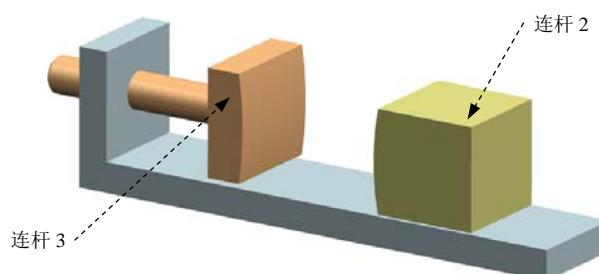

图 6.7.7 定义 3D 接触
(1) 选择下拉菜单 **插入 (I)** → **连接器 (R)** → **3D 接触...** 命令，系统弹出“3D 接触”对话框。
(2) 定义接触实体。单击“3D 接触”对话框 **操作** 区域中的 **\* 选择体 (O)** 按钮，选取图 6.7.7 所示的连杆 2 为操作体；单击 **基本** 区域中的 **\* 选择体 (O)** 按钮，选取连杆 3 为基本体。
(3) 定义接触类型。在“3D 接触”对话框 **参数** 区域下 **类型** 的下拉列表中选取类型为 **实体** 选项。
(4) 单击 **确定** 按钮，完成 3D 接触的定义。